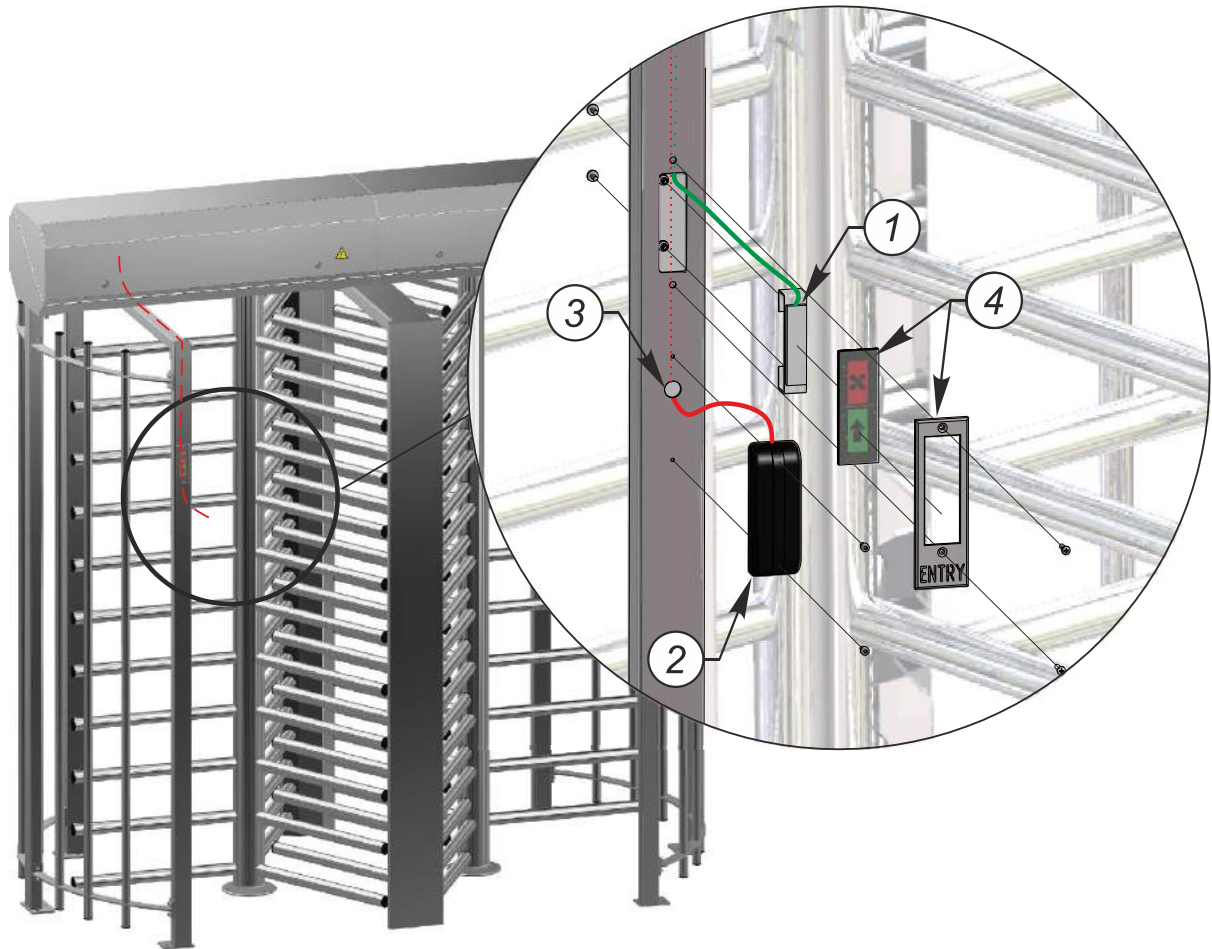

Рис.16 - Установка считывателя бесконтактных карт и табло индикации
- Сделайте отверстия (3) возле табло индикации в торце стенки прохода (см.рисунок 16), по размеру согласно выбранного заказчиком считывателя. Протяните кабель к контейнеру, закрепите считыватель (2) на стойке и подключите
- Установите кронштейн с индикацией (1) в стенку прохода, протяните кабель к контейнеру, установите панель (4) на световое табло индикации и закрепите винтами;